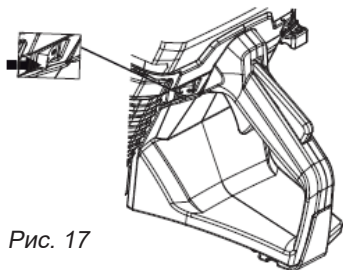

Рис. 17
- Выполните запуск двигателя и убедитесь, что после переключения клавиши выключателя в положение «СТОП» двигатель остановился (рис. 17).